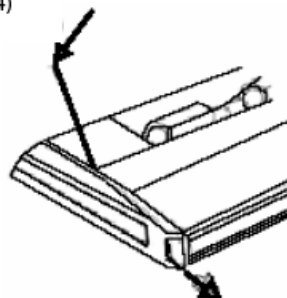

Рис. 3
- Вывернуть фиксирующий винт боковой панели и вытянуть ее вперед, по направлению стрелки. Фиксирующий винт на боковой панели, см рис. 3.